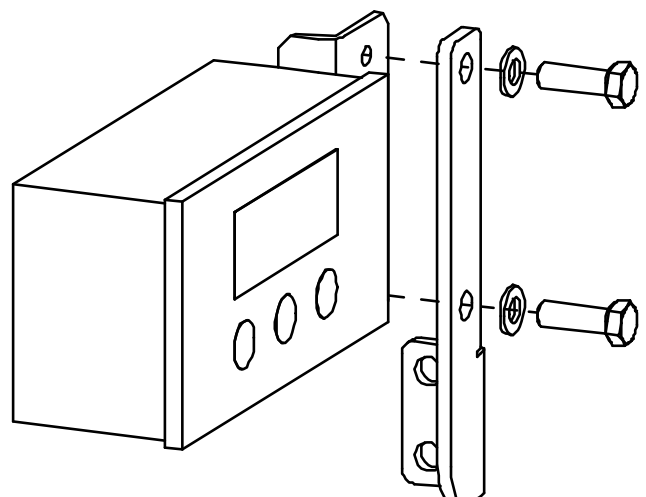

Fig.14
- Die Elektronik mit dem beiliegenden Befestigungsmaterial an das Halblech schrauben (Fig.14).